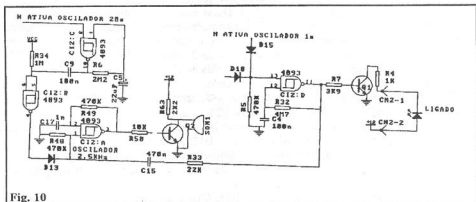

Fig. 10
4.10 ALARME SONORO FIM DE BATERIA E INVERSOR ATIVADO(fig10)